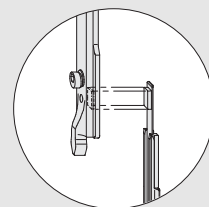

Bild 1
- > A** Schieber (Seite 2: 35) mit Schubstange S4 und Eckumlenkung VSU/BSO (36) senkrecht an der BSO einschieben.
- B** Schließer DK (21), Schere LM 4200 (20) und Schubstange S3 waagrecht an der VSO einschieben.
- > C** Schließer DK (21), Schere LM 4200 (20), Schubstange S3 und Schließplatte (40) waagrecht an der VSO einschieben.
- > D** Schließer DK (21) mit Eckumlenkung VSU/BSO (36) kuppeln. Auf korrekte Positionierung des Kupplungsstückes der Eckumlenkung VSU/BSO (36) achten.
- E** Winkelbandlager (10/16) und Schere LM 4200 (20) mit Senkschraube M5 x 7 (11/17) verschrauben (Drehmoment  $2,5 \pm 0,25$  Nm).
- F** Winkelbandlager (10/16) nach Angaben auf Seite 4 positionieren und Schere LM 4200 (20) mit Stanzschrauben befestigen.
- > G** Schieber (35) mit Schubstange S5 und Eckumlenkung VSU/BSO (36) waagrecht an der VSU einschieben.
- H** Kippriegel 10 mm (25), Schubstange S1, Kupplungslasche LM (29/33), Schubstange S2 und Eckumlenkung VSO (23.1/23.2) senkrecht an der VSO einschieben.
- > I** Kippriegel 10 mm (25) mit Eckumlenkung VSU/BSO (36) kuppeln. Auf korrekte Positionierung des Kupplungsstückes der Eckumlenkung VSU/BSO (36) achten (Bild 1).
- J** Eckumlenkung VSO (23.1/23.2) mit Schubstange S3 „Schließplatte (40)“ kuppeln und mit Klemmstück EUL (22) sichern.
- K** Auflaufbock (27) waagrecht an der VSU einschieben.
- L** Hebel LM (1) mit Zylinderschrauben M5 x 12 (30) anschrauben (Drehmoment  $2,5 \pm 0,25$  Nm). Einschluß des Hebelmitnehmers in Kupplungslasche LM (29) beachten.
- L** Fehlbefestigungssperre LM (32) am Überschlag mit Zylinderschrauben M5 x 12 (31) an dem Hebel LM (1) anschrauben (Drehmoment  $2,5 \pm 0,25$  Nm). Einschluß des Hebelmitnehmers in Kupplungslasche LM (33) beachten.
- L** Ecklagerbolzen (4) in Eckband (5) DIN rechts oder DIN links eindrücken.
- M** Klemmstück E (6) senkrecht an der BSU einschieben und Eckband (5) mit Senkschrauben M5 x 8,5 (3) verschrauben (Drehmoment  $2,5 \pm 0,25$  Nm).
- N** Eckband rechts/links (13) in die Flügelnut einschieben und mit vormontierten Senkschrauben M5 x 8,5 befestigen (Drehmoment  $2,5 \pm 0,25$  Nm).